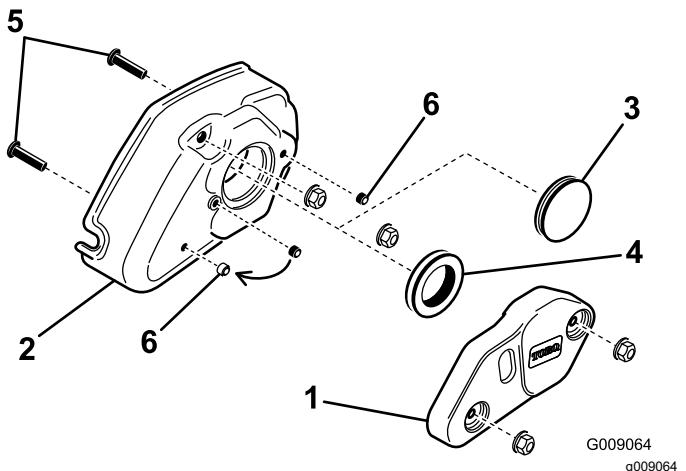

Рисунок 21
3. Снимите сплошную втулку с крышки и установите на ее место резиновую кольцевую втулку (Рисунок 21).
4. Отверните 2 винта (5/16 x 1-1/4 дюйма), завернутые в крышку (Рисунок 21).
5. Отверните установочный винт из центрального отверстия крышки механической щетки (Рисунок 21).
2. Отверните две фланцевые гайки (5/16 дюйма), крепящие груз механической щетки к ее крышке, и снимите груз (Рисунок 21).